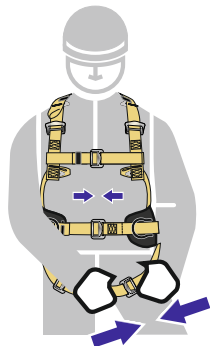

рис. 7
6. Протянуть по очереди набедренные лямки между ног (**рис. 7**) и застегнуть пряжки.